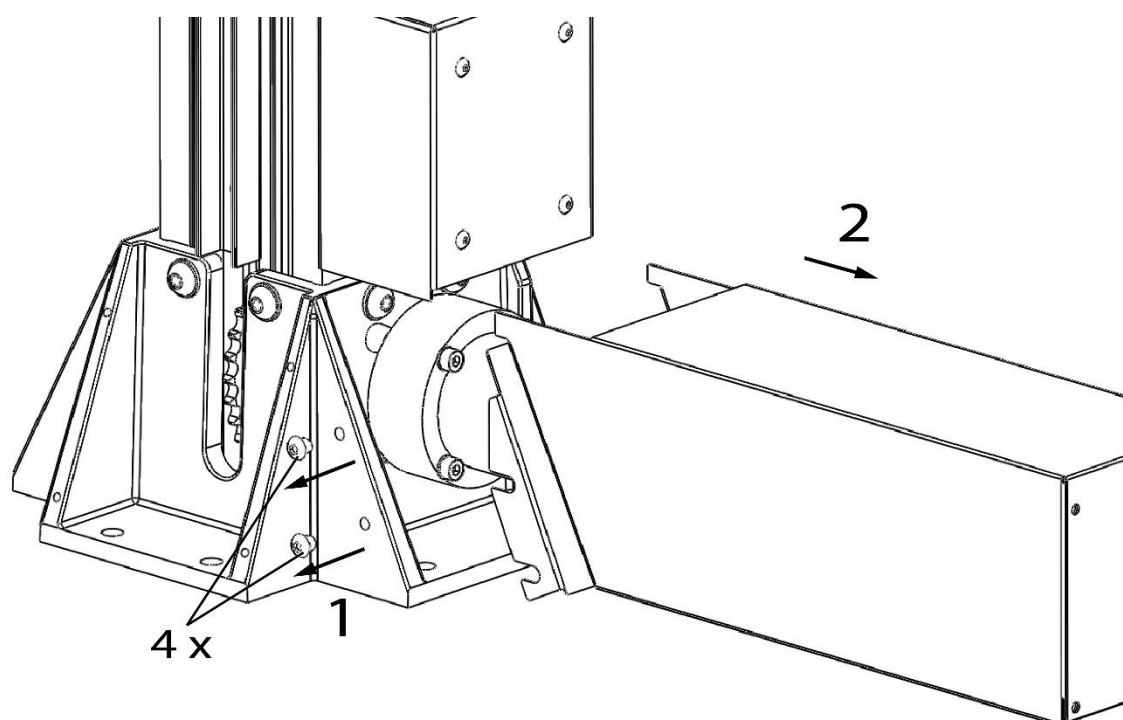

Figure 3 : Retrait du capot moteur
6. Dévissez les quatre vis M6 qui maintiennent le cache-moteur et faites glisser le couvercle moteur (**figure 3**).